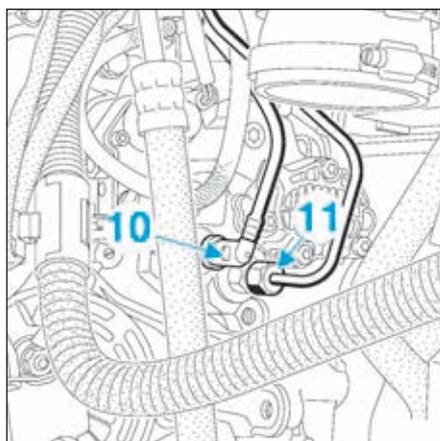

FIG.149
- le tuyau d'alimentation de la pompe haute pression (9).
- Débrancher le tuyau de retour de carburant (10) (Fig.149).